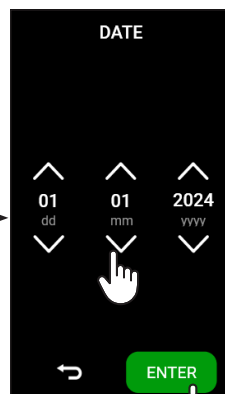

fig.4
En cas d'installation encastrée avec une étagère au-dessus de l'appareil, un espace d'au moins 5 cm doit être laissé entre le bas de l'étagère et le haut de l'appareil (fig.4).
- Réglez la date actuelle et appuyez sur ENTER (fig. 4) ;